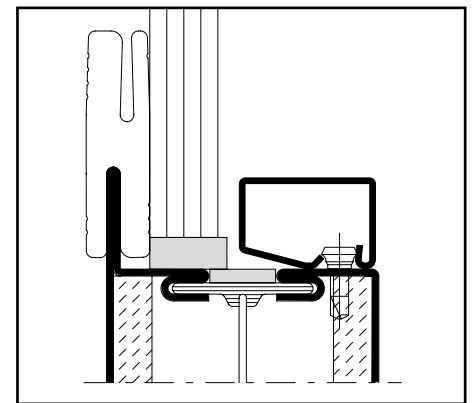

Abb. 24 / Fig. 24 / Fig. 24
- Glaselement einsetzen, ausrichten und verklotzen. Alle Glasleisten aufklipsen (Abb. 24).
- Mettre en place le vitrage, le positionner et le caler. Clipper toutes les parcloles (fig. 24)
- Insert the glazing element, align correctly and insert pads. Clip on all glazing beads (Fig. 24)